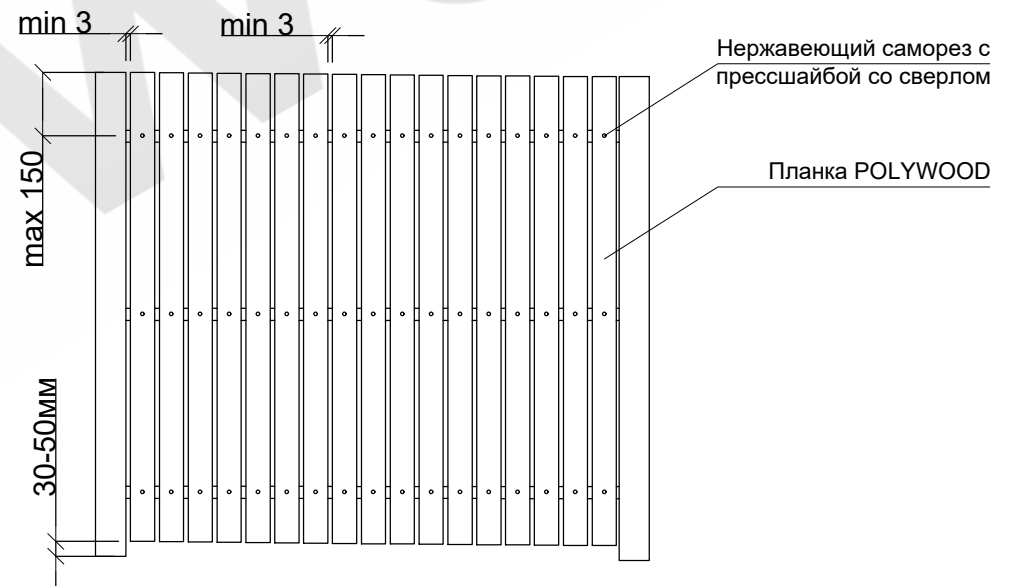

Рис. 8 Крепления заборной доски
- Для крепления досок используется только нержавеющие саморезы с прессшайбой со сверлом по металлу. Крепление осуществляется через заранее подготовленные отверстия в доске диаметром в два раза большим диаметра самореза. (Рис. 8)
- При укладке необходимо оставлять зазор между досками минимум 3мм, так же расстояние между крайними досками и опорным столбом должно быть минимум 3мм. (Рис. 8)
- Требуется оставлять зазор между низом забора и землей 30-50мм. (Рис.8)